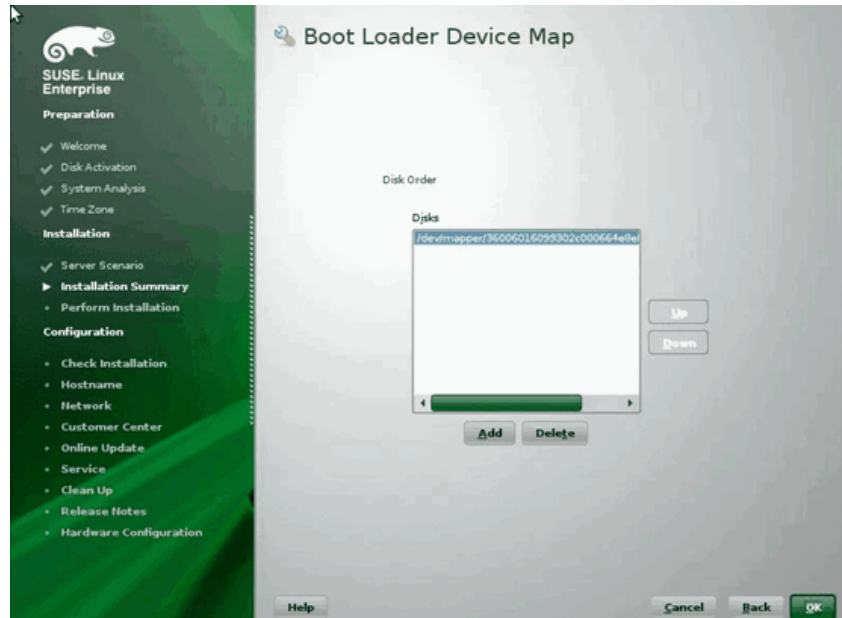

Figura 14-23. Mapa de dispositivos do carregador de inicialização
13. Clique na guia **Boot Loader Installation** (Instalação do carregador de inicialização) e, em seguida, selecione **Boot Loader Installation Details** (Detalhes de instalação do carregador de inicialização). Confirme que você tenha uma única entrada de carregador de inicialização aqui; exclua todas as entradas redundantes (Figura 14-23).